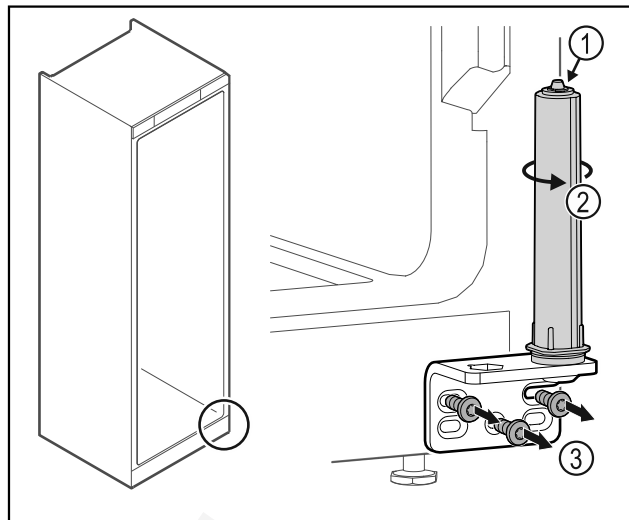

Fig. 21
- Ne szedje szét az ajtó zárrendszert Fig. 21 (1).
- Forgassa el a zárrendszert Fig. 21 (2), amíg az be nem kattán.
- Csavarozza le a csuklópántot Fig. 21 (3).